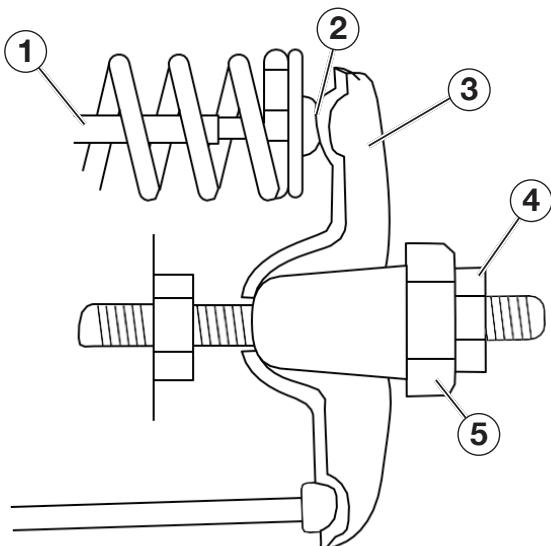

Figure 27
5. Insérer une jauge d'épaisseur entre le culbuteur et la tige de culbuteur et vérifier l'écart (voir Figure 27). Voir le tableau 2 pour les spécifications du jeu de soupape.